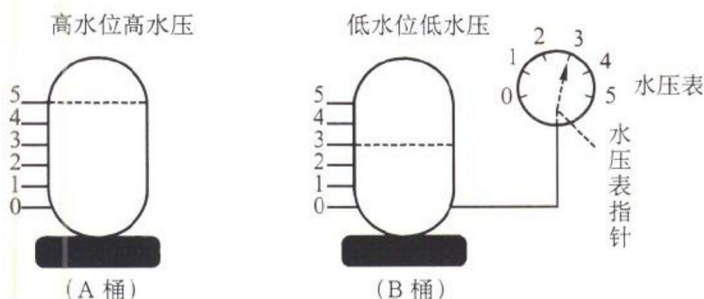

图 1-2
(1) 水压：即水的压力。以物理作用来说，水是有密度的。比方说：我们准备两个水槽或水桶，左边的称为 A 桶，右边的称为 B 桶，接着我们在 A 桶与 B 桶各作一个相同的刻度，代表水在桶内的位置，简称“水位”，如图 1-2 所示。
从图 1-2 来看，A 桶水的位置在第“5”的刻度，也就是它的水位，而 B 桶水的位置是在第“3”的刻度，水位比较低。A 水桶水位高而 B 水桶水位低， $5-3=2$ ，这就是水位差。在高水位，因密度关系，所以水的压力比较高。而在低水位，则水压比较低。因此水位差即水压差。水位如果越高，代表水压也高，以此缘故，高水压的 A 桶可以将水送到较远的水龙头处。所以一般工厂或大楼把水塔架得很高或水箱架于楼顶的最主要的原因，就是为了升高水压。
要想知道我们使用的水管或水塔里面有多大压力，可以在水管、水槽、水塔接一支小水管，然后组装一组“水压表”，那就随时可知道还有多少水压或水位。如图 1-2 中 B 桶所示。